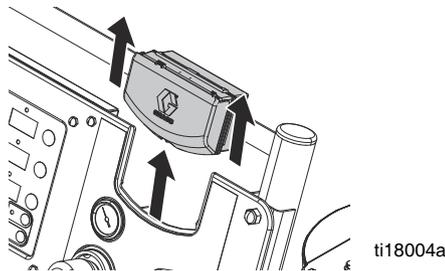

図 19. DataTrak の取り外し
3. ブラケットから DataTrak モジュールを取り外します。図 19 を参照してください。危険ではない場所にモジュールと接続されているケーブルを運びます。